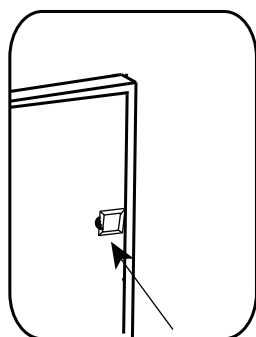

Fig. 6
- Cierre la puerta frontal. (Fig.6)